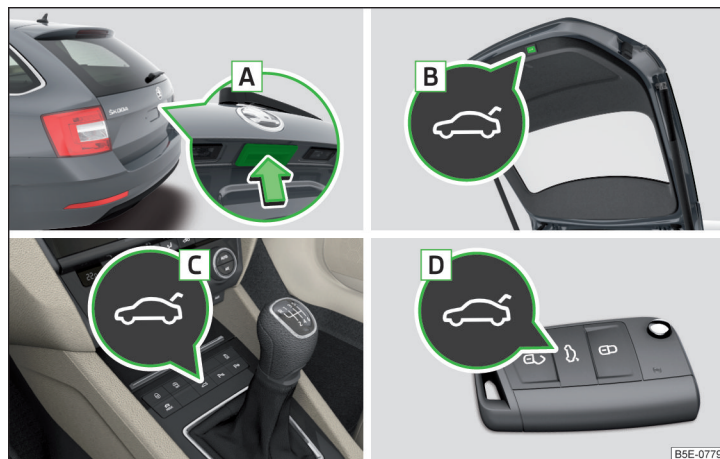

Fig. 40 Operarea capotei
- ▶ Prin apăsarea mânerului » fig. 40.
- ▶ Prin apăsarea tastei **B** » fig. 40.
- ▶ Mențineți apăsat butonul **B** » fig. 40 la pagina 59, până când se emite un semnal acustic.
Capacul nu reacționează la semnalul de deschidere	Îndepărtarea unui eventual obstacol (de ex. zăpadă), redeschiderea capotei » pagina 59 Apăsarea mânerului A » fig. 40 la pagina 59 și tragerea capotei înspre în sus